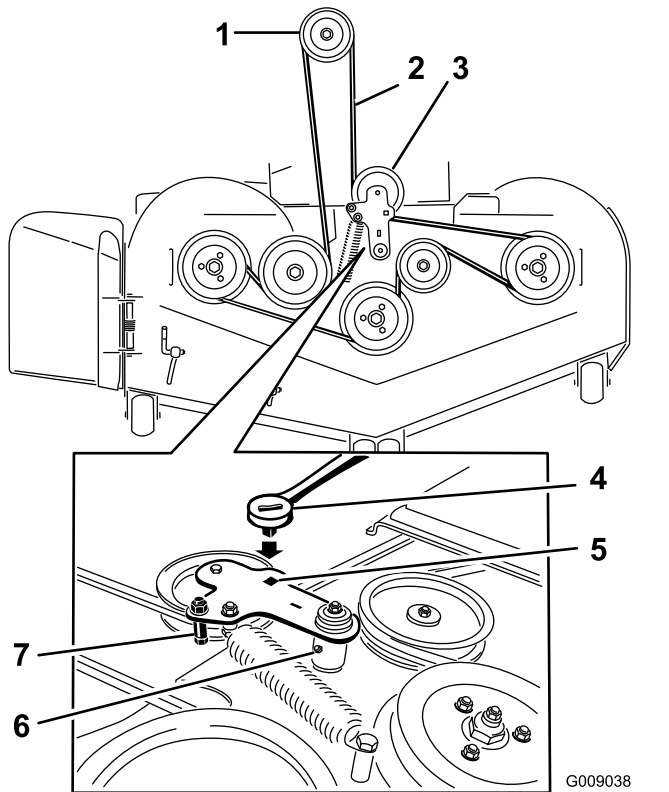

Figura 104
- Levante o painel do chão e insira um roquete no furo quadrado no centro da polia intermédia (Figura 104).
- Rode o centro polia no sentido contrário ao dos ponteiros do relógio e retire a correia do cortador (Figura 104).